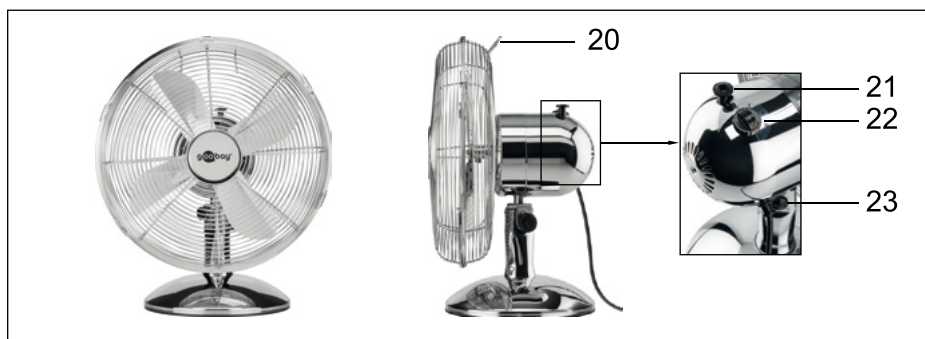

Fig.65: Færdigmonteret ventilator
1. Tag fat i ventilatoren ved håndtaget (fig. 65, nr. 20), og stil den på et støvfrit, stabilt og vandret underlag.
4. Løsn hældningsindstillingskruen (fig. 65, nr. 23).
Ventilatorstyrken kan indstilles i 3 trin ved at dreje på drejekontakten (fig. 65, nr. 22):
**TIL:** Tryk stiften til rotationsindstilling (19, fig. 65) ind i motorhuset.